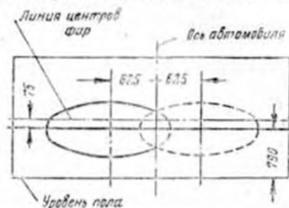

Рис. 148. Расположение светового пятна при регулировке света фар
6. Регулируемыми винтами 7 и 8 отрегулировать направление пучка света у правой фары в горизонтальной и вертикальной плоскостях так, чтобы световое пятно расположилось на экране, как показано на рис. 148. Центр яркой зоны пятна на экране должен быть в точке пересечения вертикальной и горизонтальной линий экрана. Резко обрисованные края пятна должны дать эллипс с большой осью, расположенной горизонтально.